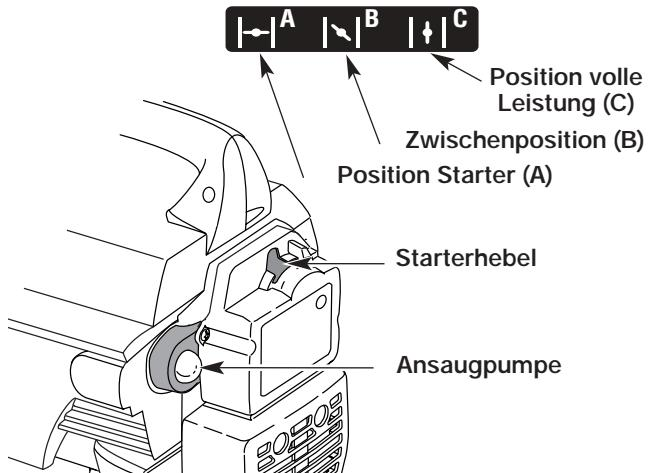
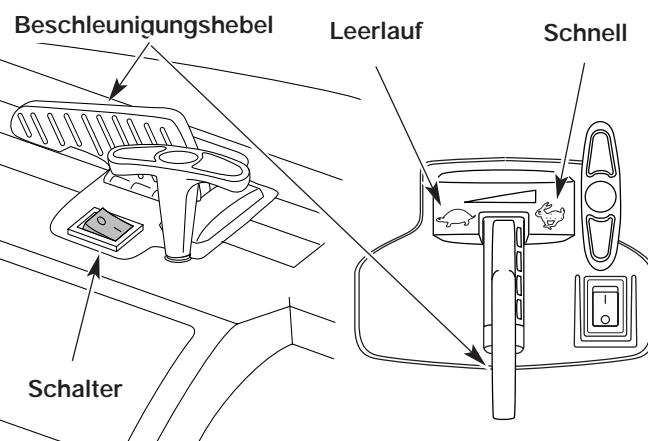
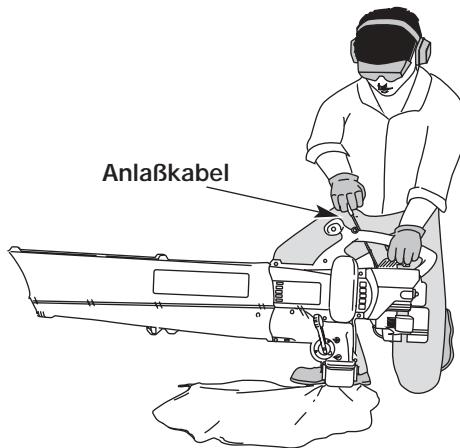

Abb. 11
Abb. 10
Abb. 12
ANMERKUNG: Der Zündschalter ist ein momentaner Schalter und befindet sich immer in der ON (I) Position (Abb. 10).
- Langsam und vollständig die Ansaugpumpe 10 Mal drücken und wieder loslassen. Der Kraftstoff muß in der Pumpe sichtbar sein (Abb. 11). Ist dies nicht der Fall noch drei weitere Male drücken, bis der Kraftstoff zu sehen ist.
- Den Starterhebel in die Starterposition (A) bringen (Abb. 11).
- Das Gerät am Boden, den Beschleunigungshebel in die Position für schnelle Drehzahl schieben () (Abb. 10).
- Kräftig am Anlaßkabel ziehen (Abb. 12). Diese Bewegung wiederholen, bis ein Anlaßgeräusch des Motors zu hören ist (im allgemeinen nach 2 bis 5 Versuchen).
- Den Starterhebel in die Zwischenposition schieben (B) (Abb. 11).
- ANMERKUNG:** In der Position Starter funktioniert das Gerät nicht (A).
- Zum Anlassen des Motors 1 bis 3 Mal kräftig am Anlaßkabel ziehen (Abb. 12).
- Den Motor während 5 bis 10 Sekunden warm laufen lassen. Den Starterhebel in die Position volle Leistung (C) schieben (Abb. 11).
ANMERKUNG: Den Starterhebel in die Position volle Leistung (C) schieben, wenn der Motor beim Anlaßversuch absäuft. Den Beschleunigungshebel in die Position für schnelle Drehzahl schieben () (Abb. 10). Kräftig am Anlaßkabel ziehen. Der Motor muß nach 3 (drei) bis 8 (acht) Versuchen anspringen.
ANMERKUNG: Es ist nicht notwendig den Starter zu benutzen, wenn der Motor heiß ist. Den Gashebel in die Schnell-Position () bringen (Abb. 10) und das Gerät mit Choke in der PARTIAL (B) Position starten (Abb. 11).
- Den Beschleunigungshebel in die Leerlaufposition bringen () (Abb. 10). Den Motor im Leerlauf abkühlen lassen.
- Den Zündschalter drücken und in der STOP (0) Position halten, bis der Motor völlig zum Stillstand gekommen ist (Abb. 10).
- Den Schalter auf AUS [O] stellen (Abb. 10) und warten bis der Rotor stillsteht.